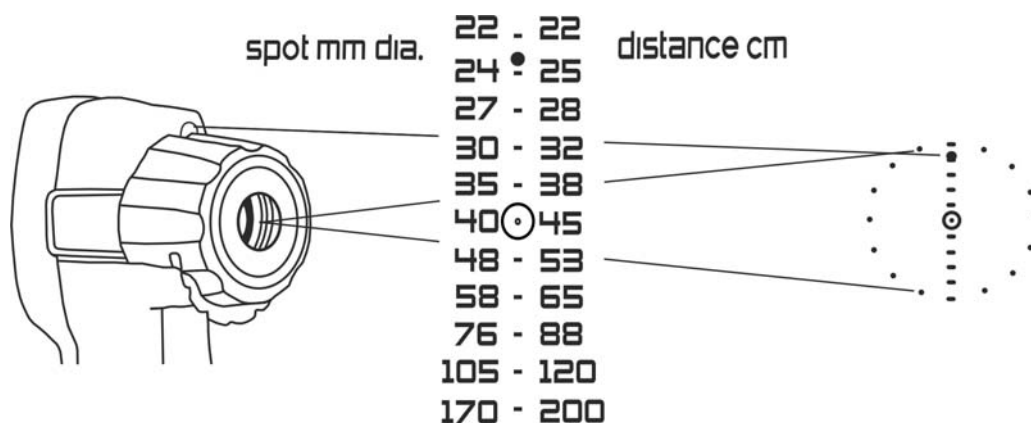

Fig. 15: Activación punteros láser
4. Pulse y mantenga pulsada la tecla Gatillo **T** para activar la prueba y oriéntelo hacia la superficie del objeto del que se quiere medir la temperatura. El puntero láser en forma de punta sobre la parte superior del instrumento (vea la Fig. 1 – parte 1) y el haz láser de área se orientan hacia el objeto en prueba (vea la Fig. 15)